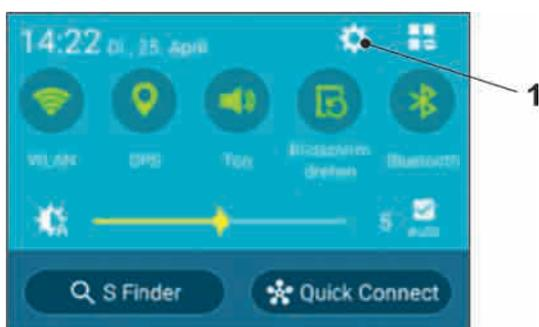

Abb. 30-2 Symbol für Einstellungen
2. Über das Symbol für Einstellungen (Abb. 30-2 Pos. 1) das zugehörige Menü öffnen.